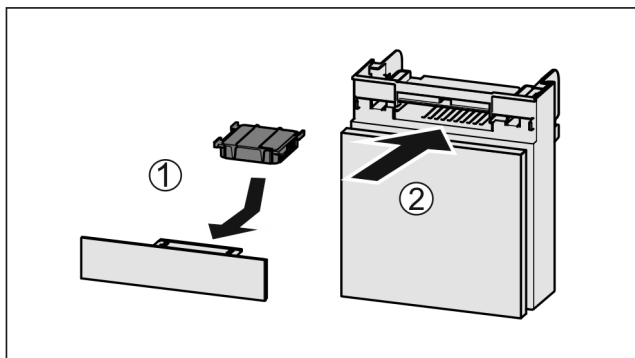

Fig. 243
- ▶ Вставити фільтр з активованого вугілля за малюнком Fig. 243 (1).
- ▶ Вставити відділення Fig. 243 (2).